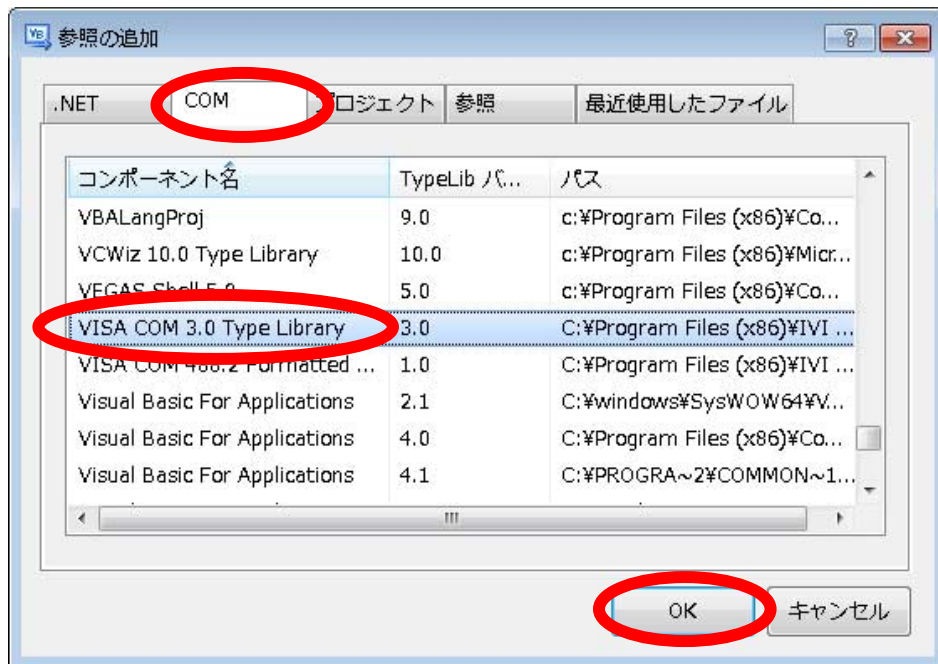

図 5 VISA COM 3.0 Library の追加(Visual Basic)
③ COM ライブラリから VISA COM 3.0 Library を選択して OK ボタンを押します。(図 5)